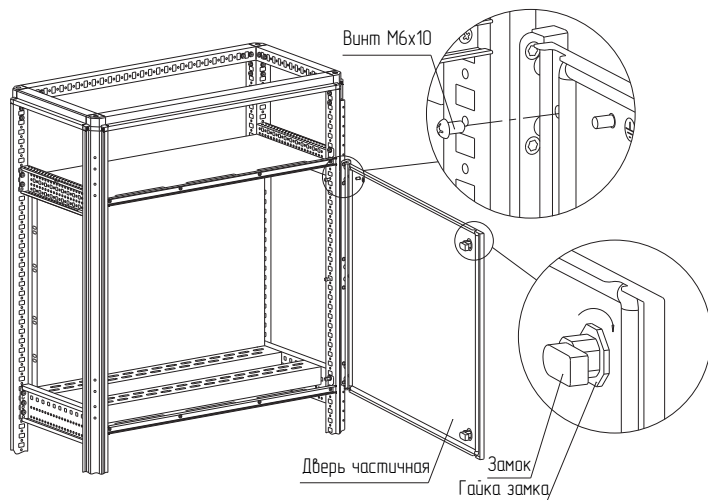

Рисунок 54
4.28.5 Закрепите дверь частичную к петле на винты М6х10 момент затяжки – 7 Н·м. установите на дверь частичную замок и зафиксируйте его гайкой (рисунок 54).